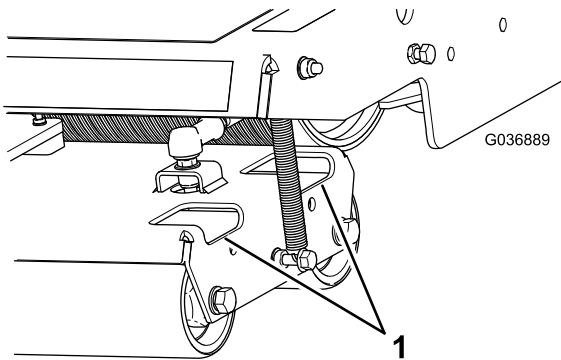

Bild 40
2. Reinigen Sie die Rollen bei Bedarf von Schmutz und Fremdkörpern, indem Sie Wasser durch die Löcher in den Rollenlagern sprühen (Bild 40).